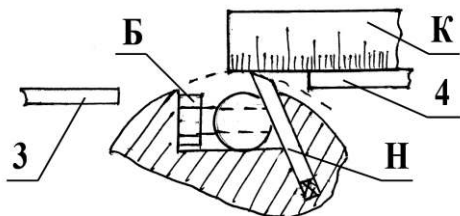

Рис. 7
**5.2.** Периодически не реже 1 раза в неделю (в первые дни работы – каждый день) проводить смазку подвижных частей и узлов смазкой солидол (ЦИАТИМ-201), проверять натяжение и износ ремня, износ подающего вала (23, Рис.7). Ремень должен быть натянут силой около 100Н (10кгс). Необходимо соблюдать зазор **2,0÷2,5мм** между подающим валом (23) и задним столом (4).
- Выставить ножи (Н) строгального вала при помощи линейки-кондуктора (К) по передней кромке заднего стола (4) и надежно зажать их болтами (Б) (Рис.7).
#### **4.3. Стругание, строгание под углом. (Рис. 7, 8, 9)**
**В случае острой необходимости проведения обычного строгания на моделях P и P2 необходимо (см. Рис.7):** Снять пружинную пластину (22, для моделей P) или подающий вал (23, для моделей P2) с заднего стола (4) (если они установлены), для чего:
- раскрепить 4 болта крепления заднего стола к стенкам корпуса и снять стол (4);